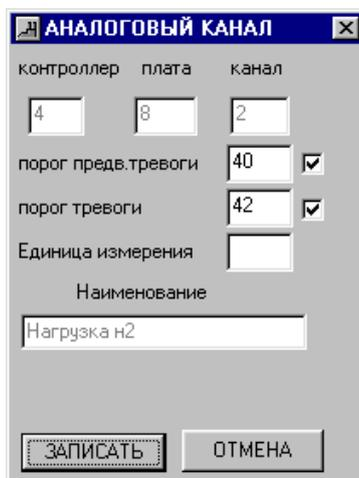

Рисунок 6.5 – Аналоговый канал
3. В открывшемся окне (рис. 6.5) изменить необходимые значения. Нажать кнопку «Записать».